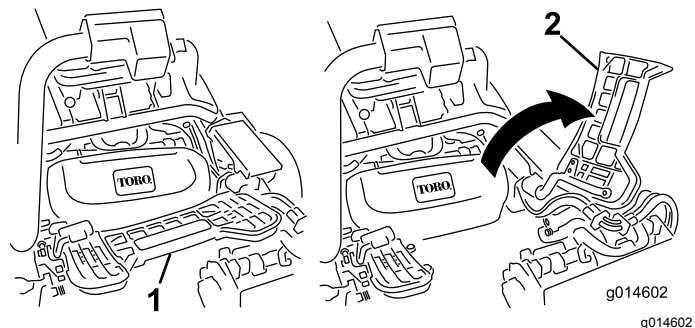

Figura 28
1. Eleve o apoio de pé e incline-o para aberto, permitindo o acesso à posição da unidade de corte central (Figura 28).